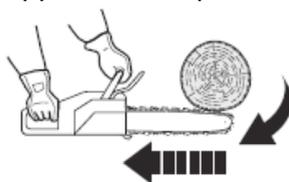

Fig. 35
Une chaîne (14) en action sur la partie supérieure du guide-chaîne (13) peut soudainement entraîner l'appareil vers l'opérateur. (Rebond) (Fig. 35).